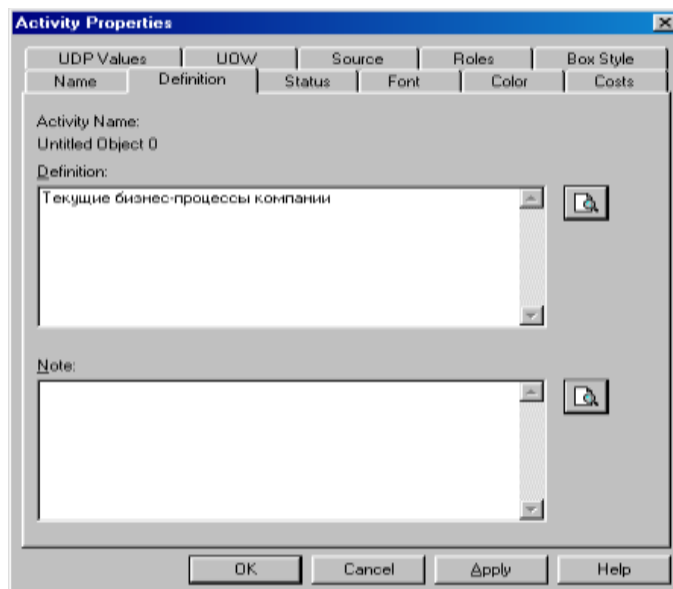

Рисунок 11 – Внесение дополнительных данных о работе
4.11 Во вкладке **Definition** диалогового окна **Activity Properties** в текстовое поле **Definition** (Определение) внесите "Текущие бизнес-процессы компании" (рисунок 11).